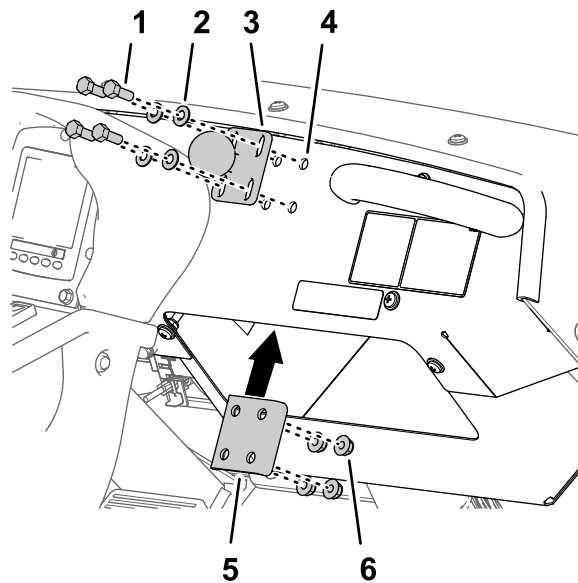

图 130
1. 如图 130 所示用 4 个凸缘头螺栓 1/4 x 1-1/2 英寸、加劲板和凸缘锁紧螺母 1/4 英寸将球形枢轴安装支架组装到仪表板上。